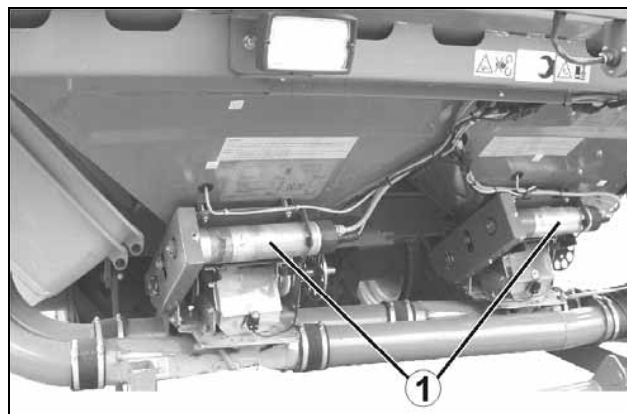

Fig. 79
- dosaggio completo elettrico con motore elettrico come azionamento diretto (Fig. 79).